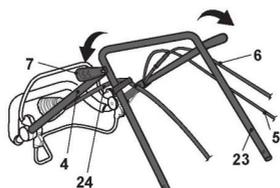

Fig. 1
1. Déposer les kits de montage (18) du support de poignée (20) et les garder à portée de main.
2. Vérifier que les leviers (7) sont libérés, puis déplier la poignée supérieure (4) et la poignée inférieure (23) (Fig. 1).